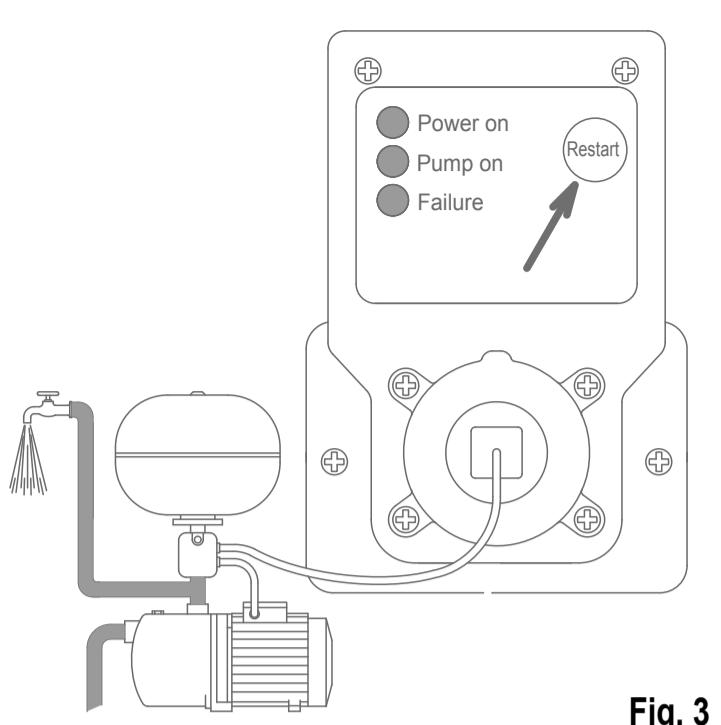

Fig. 3
- The green "Power on" Led will remain on, the yellow "Pump on" Led will light up and the red "Failure" Led will stop blinking and remain steady while the device acquires the motor data (Figure 3).
Le voyant vert « Power on » reste allumé, le voyant jaune « Pump on » s'allume, le voyant rouge « Failure » passe de clignotant à fixe et l'appareil acquiert les données du moteur (Fig. 3).
- Innerhalb von 10 Sekunden nach Anschluss des Netzkabels die rote Taste „Restart“ betätigen. Die grüne Led „Power on“ leuchtet weiterhin, die gelbe Led „Pump on“ leuchtet ebenfalls, die rote Led „Failure“ leuchtet jetzt durchgehend und das Gerät erfasst die Motordaten (Abb. 3).
- El led verde “Power on” queda encendido; el amarillo “Pump on” se enciende. El led rojo “Failure” pasa de intermitente a encendido fijo y el aparato adquiere los datos del motor (fig. 3).